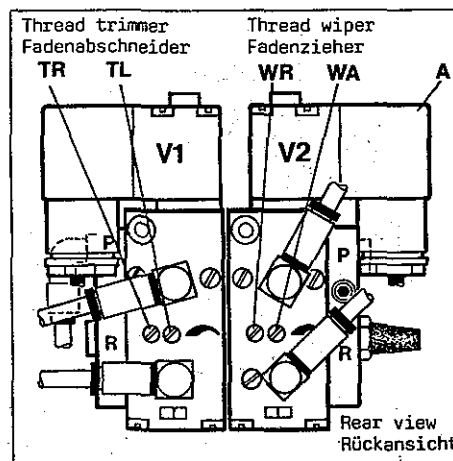
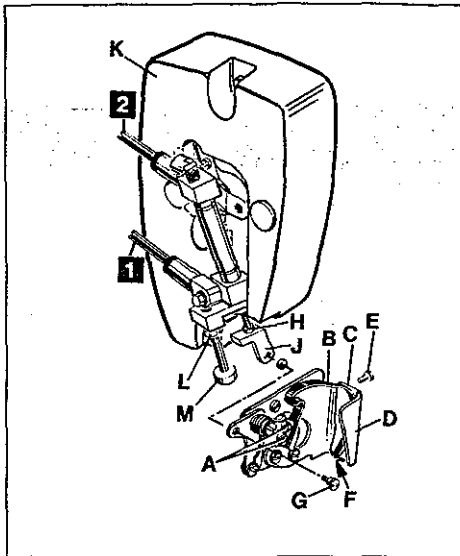
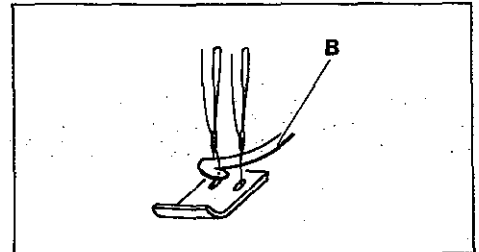
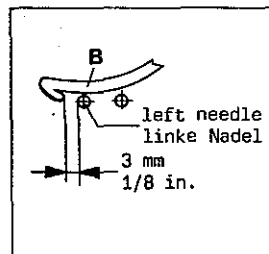

Fig. 51
Fig.52
Fig.54
Fig.55
6.1 Keep power and air supply of thread wiper disconnected by loosening the securing screw and pulling-out plug (A, Fig. 51) on valve (V2) and by disconnecting the PA-tubes (1 and 2, Fig. 52) on the air cylinder of the wiper.
When the hook (B, Fig. 54) returns from left to right it must catch the needle threads and draw them to leaf spring (C, Fig. 52) for clamping.
For adjustment loosen screws (A, Fig. 52), set as required and retighten screws.
6.2 The wiper hook (B, Fig. 52) and leaf spring (C) for clamping the needle threads should be approximately flush at point (F) when the hook (B) is in its right end position.
After loosening screw (E, Fig. 52) set the lower end of leaf spring flush to the lower edge of bracket (D) at point (F). Retighten screw (E).
For adjustment of hook (B, Fig. 52) loosen screw (G) and nut (H) and screw stop (J) in or out as required. Retighten nut (H) and reconnect wiper with screw (G).
6.1 Trennen Sie den Fadenzieher von der Strom- und Luftzufuhr durch Lösen der Sicherungsschraube und herausziehen des Steckers (A, Fig. 51) am Ventil (V2) und durch Lösen der PA-Schläuche (1 und 2, Fig. 52) am Luftzylinder des Fadenziehers.
Wenn der Haken (B, Fig. 54) von links nach rechts zurück schwenkt muß er die Nadelfäden mitnehmen und zum Festklemmen zur Blattfeder (C, Fig. 52) ziehen.
Zur Einstellung lösen Sie die Schrauben (A, Fig. 52), stellen entsprechend ein und ziehen die Schrauben wieder an.
6.2 Der Haken für Fadenzieher (B, Fig. 52) und die Blattfeder (C) zum Klemmen der Nadelfäden müssen in der rechten Endstellung des Hakens (B) im Punkt (F) in etwa bündig sein.
Stellen Sie nach Lösen der Schraube (E, Fig. 52) das untere Ende der Blattfeder (C) bündig zur unteren Kante des Halters (D) bei Punkt (F). Ziehen Sie die Schraube (E) wieder an.
Zur Einstellung des Hakens (B, Fig. 52) lösen Sie die Schraube (G) und die Mutter (H) und schrauben den Anschlag (J), nach Bedarf ein oder aus. Ziehen Sie die Mutter (H) wieder an und verbinden Sie den Fadenzieher wieder mit der Schraube (G).
6.2 Stop screw (M, Fig. 52) limits the motion of the wiper hook to the left. Loosen nut (L) and set the stop screw (M) so that stop (J) strikes against it when the wiper hook (Z, Fig. 55) is 3 mm (1/8 in.) left of the left needle. Retighten nut (L, Fig. 52).
HINT: For disassembling head cover (K, Fig. 52) remove screw (G), the two head cover fastening screws and disconnect PA-tubes (1 and 2).
The speed for the movement of the thread trimmer mechanism to the left for cutting is regulated with screw (TL, Fig. 51) and the speed for the movement to the right in home position is regulated with screw (TR) on valve (V1).
The speed for the movement of the wiper hook to the left is regulated with screw (WL, Fig. 51) and the movement to the right in home position is regulated with screw (WR) on valve (V2).
6.2 Die Anschlagsschraube (M, Fig. 52) begrenzt den Weg des Hakens für Fadenzieher nach links. Lösen Sie die Mutter (L) und stellen Sie die Anschlagsschraube (M) so, daß der Anschlag (J) an ihr anschlägt, wenn der Haken für Fadenzieher (Z, Fig. 55) 3 mm links der linken Nadel steht. Ziehen Sie die Mutter (L, Fig. 52) wieder an.
HINWEIS: Entfernen Sie zum Abnehmen des Kopfdeckels (K, Fig. 52), die Schraube (G) sowie die beiden Kopfdeckel-Befestigungsschrauben und lösen Sie die PA-Schläuche (1 und 2).
Die Geschwindigkeit für die Bewegung des Fadenabschneidermechanismus nach links zum Schneiden wird mit der Schraube (TL, Fig. 51) und für die Bewegung nach rechts in die Ruhestellung mit der Schraube (TR) am Ventil (V1) reguliert.
Die Geschwindigkeit für die Bewegung des Hakens für Fadenzieher nach links wird mit der Schraube (WL, Fig. 51) und für die Bewegung nach rechts in die Ruhestellung mit der Schraube (WR) am Ventil (V2) reguliert.